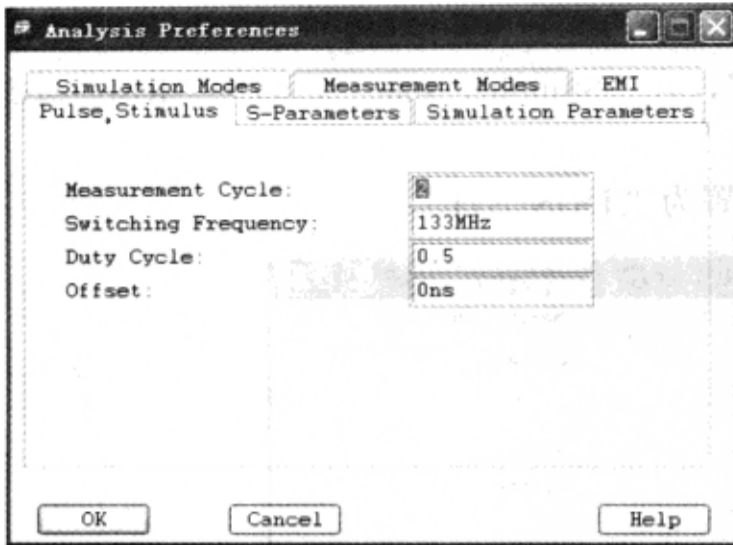

图 3-10-37 “Analysis Preferences” 对话框
(1) 在 SigXplorer 窗口执行菜单命令“Analyze”→“Preferences”，弹出“Analysis Preferences”对话框，如图 3-10-37 所示。